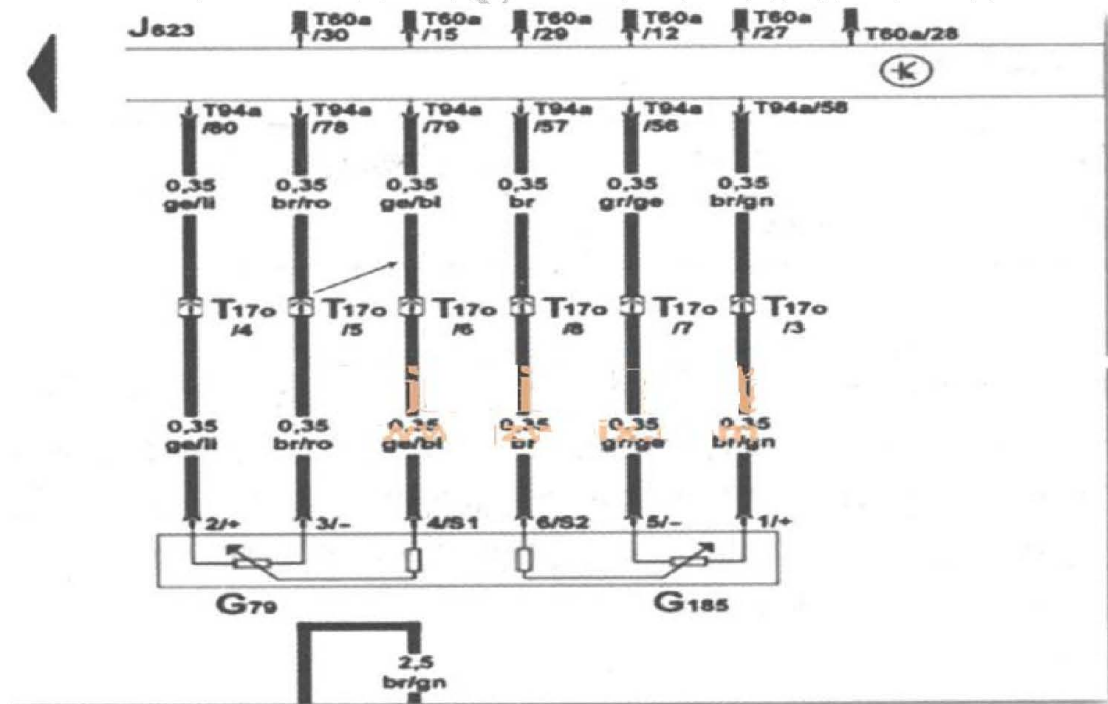

图 1 电路图
- 3). 车主在描述故障现象时讲到，故障码清除后车辆可以正常行驶，可是不一定什么时候就会再次出现。根据电路图（图 1），检查油门踏板到发动机控制单元的线束，在检查线束时发现，在碰到流水板下的棕色 17 针线束插头后，EPC 故障灯再次点亮。清除故障码，再次触碰插头，故障灯又亮，故障点找到，为该处线束接触不良造成的报警。